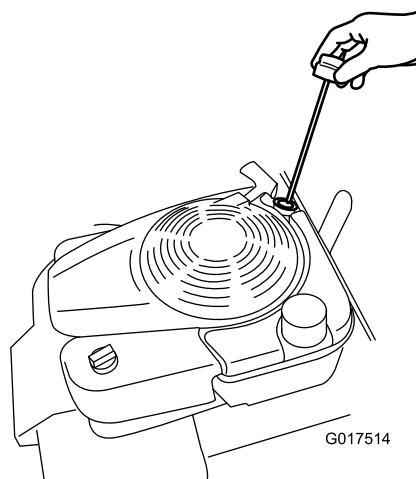

Рисунок 12
2. Извлеките масломерный шуп (Рисунок 12).